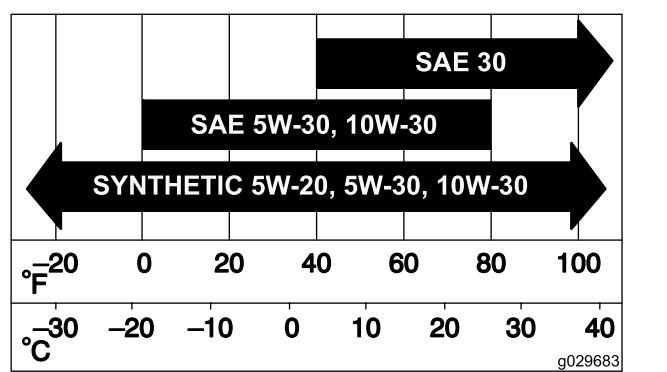

Figura 43
2. Introduzca cuidadosamente el filtro en el cuerpo del limpiador de aire (Figura 43).
3. Instale la tapa del limpiador de aire y fíjela con los cierres (Figura 43).